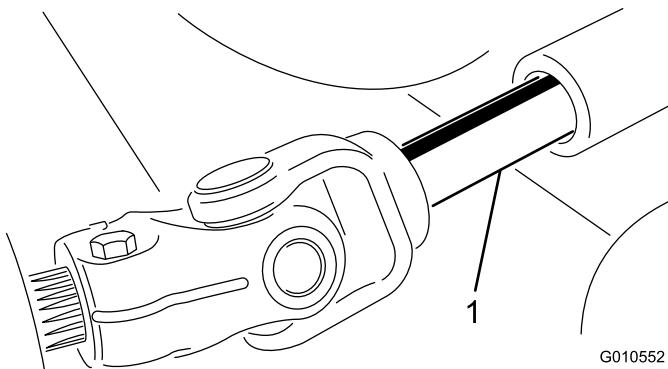

Figura 25
| <ol style="list-style-type: none"> Aleje la unidad de corte de la unidad de tracción, separando las secciones macho y hembra del árbol de la TDF (Figura 25). | |
3. Introduzca el árbol macho de la TDF en el árbol hembra de la TDF (Figura 25).